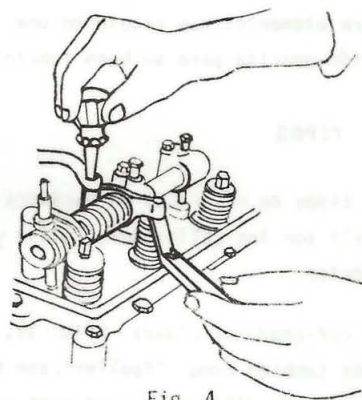

Fig. 4
- Evitar la deformación que producen los golpes al efectuar regulaciones con el motor funcionando (fig. 4).